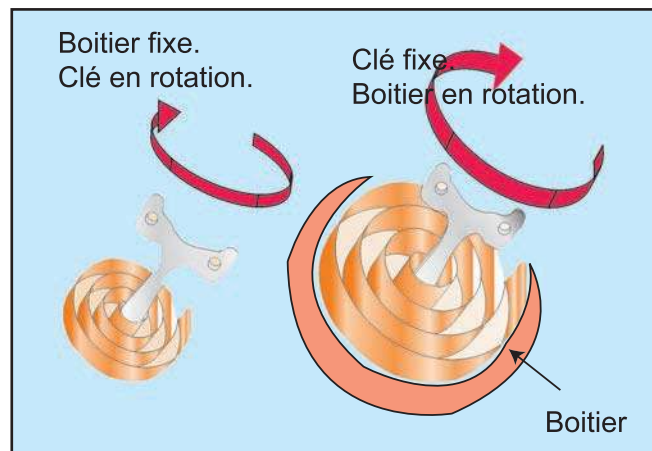

Fig.47
- 9- Pour remonter le ressort spiral d'un jouet mécanique, on utilise une petite clé (remontoir) en forme de T enfichée sur l'arbre carré soudé à l'extrémité intérieure du ressort (Fig.47); l'autre extrémité du ressort est fixée au boîtier moteur immobile. On mesure après n tours de clé l'intensité de la force appliquée $\vec{F}$ en A. On trouve les résultats consignés dans le tableau suivant.